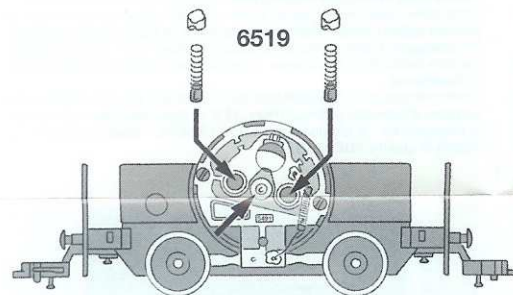

Fig. 3
**Ölen:** Geölt werden Motor und Getriebe nur an den gekennzeichneten Lagerstellen (Fig. 3, 4). Nur FLEISCHMANN-Öl 6599 verwenden. Nur ein kleiner Tropfen pro Schmierstelle (→), sonst Überölung. Zur Dosierung die in der Verschlusskappe der Ölflasche angebrachte Nadel verwenden.
**Lubrication:** The motor and gear-box need only be lightly oiled at the bearing points marked (fig. 3, 4). Only use FLEISCHMANN-oil 6599. Only put a tiny drop in each place (→), otherwise it will be overoiled. An applicator needle is located in the cap of the oil bottle for your use.
**Graissage:** Le moteur et les engrenages doivent être huilés uniquement aux endroits indiqués (fig. 3, 4). N'utilisez que l'huile recommandée FLEISCHMANN 6599. Une seule goutte par point à lubrifier (→) afin d'éviter tout excès. L'aiguille montée dans le bouchon du petit flacon convient parfaitement à cet usage.
**Olieën:** De motor en de aandrijving hoeven alleen op de aangegeven plaatsen geolied te worden (fig. 3, 4). Alleen FLEISCHMANN-olie 6599 gebruiken. Een klein druppeltje per smeerpunt (→) is heus voldoende, anders wordt de zaak te vet. Voor een juiste dosering het spuitje gebruiken dat wordt bijgeleverd in het olieflaasje.
**Inoljning:** Motor och drev inoljas endast på de visade lagren (fig. 3, 4). Använd bara FLEISCHMANN-olja 6599. Endast en droppe per ställe (→), annars blir det för mycket. Använd nålen, som är fäst i locket till oljeflaskan får dosering.
**Lubrificazione:** Il motore e l'ingranaggio vengono lubrificati solo nei punti contrassegnati dei supporti (fig. 3, 4). Utilizzare solo olio FLEISCHMANN 6599. Usare soltanto una piccola goccia per ogni punto di oliatura (→), altrimenti si rischia di oliare troppo. Per il dosaggio utilizzare l'ago di cui è provvisto il tappo di chiusura del flacone dell'olio.